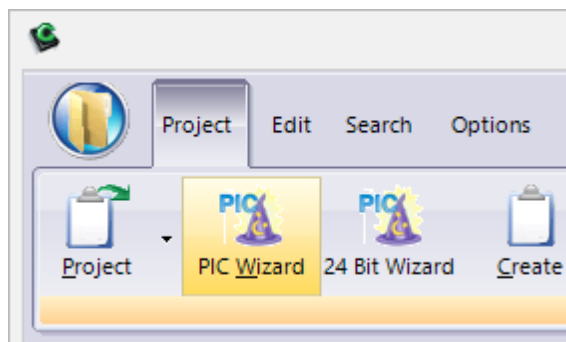

Рисунок 3.1.1 – Процес створення проекту у **IDE PCWH**
1. Запустити **IDE PCWH**, натиснути кнопку **Projects** майстра **PIC Wizard** (рис. 3.1.1):